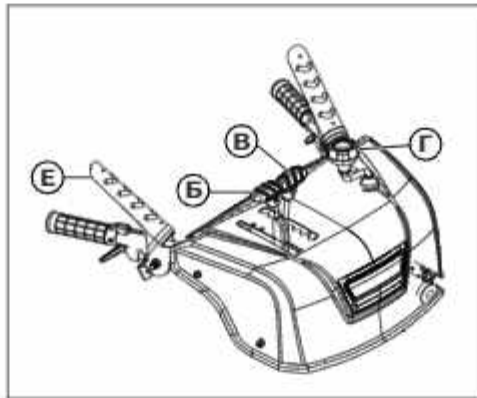

Рис. 23
1. Повернуть рукоятку вращения желоба (рис. 23, поз. Г), чтобы установить направление выброса снега.
2. С помощью рычага управления дефлектором (рис. 23, поз. В) передвиньте дефлектор вверх или вниз. Чтобы снег отбрасывался дальше, поднимите дефлектор.
3. Используйте рычаг переключения скоростей (рис. 23, поз. Б), чтобы выбрать переднюю или заднюю скорость. При очистке от влажного тяжелого снега включайте более низкие скорости. При очистке от легкого снега используйте более высокие скорости.
Примечание: Перед переключением скоростей обязательно отпустите рычаг сцепления (рис. 23, поз. Е).